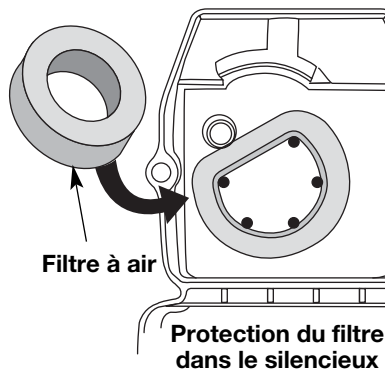

Fig. 33
2. Retournez le couvercle et inspectez l'intérieur pour repérer le filtre à air. Retirez le filtre à air de l'intérieur du couvercle du filtre à air/silencieux (Fig. 33).
6. Remplacez le filtre à air dans le filtre à air/couvercle du silencieux (Fig. 33).